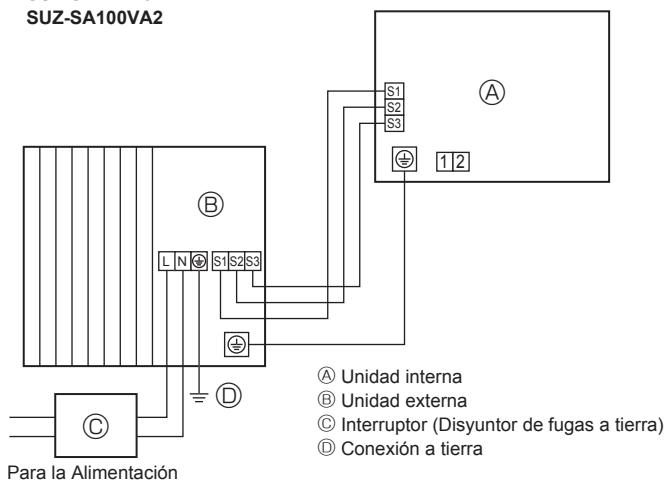
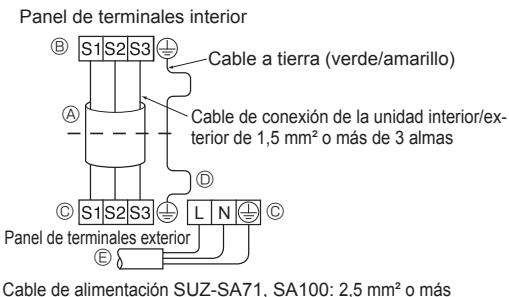
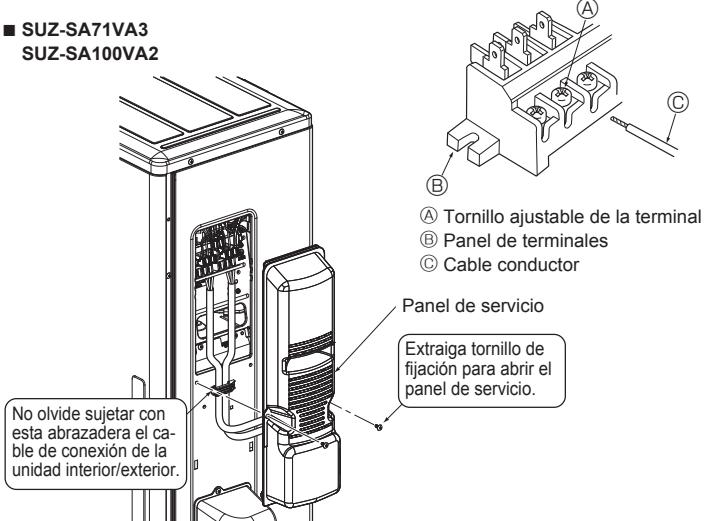

Fig. 5-1
Fig. 5-2
Fig. 5-3
5.1. Unidad exterior (Fig. 5-1, Fig. 5-2, Fig. 5-3, Fig. 5-4)
- ① Retire el panel de servicio.
- ② Conecte los cables de acuerdo con la Fig 5-1, Fig 5-2, Fig 5-3 y la Fig 5-4.
- Realice el tendido eléctrico como muestra el diagrama inferior izquierdo (los cables no vienen incluidos). (Fig. 5-2)
- Asegúrese de no realizar un mal cableado. (Fig. 5-3)